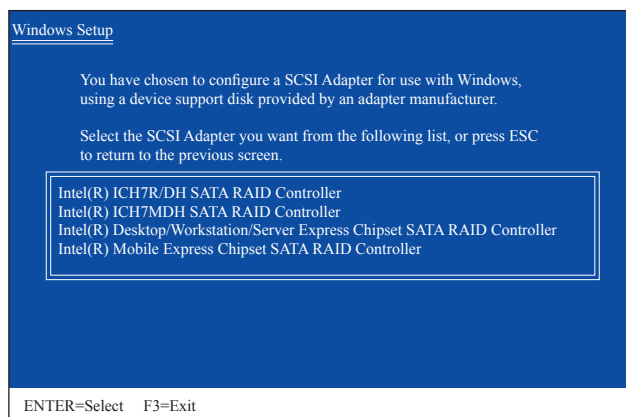
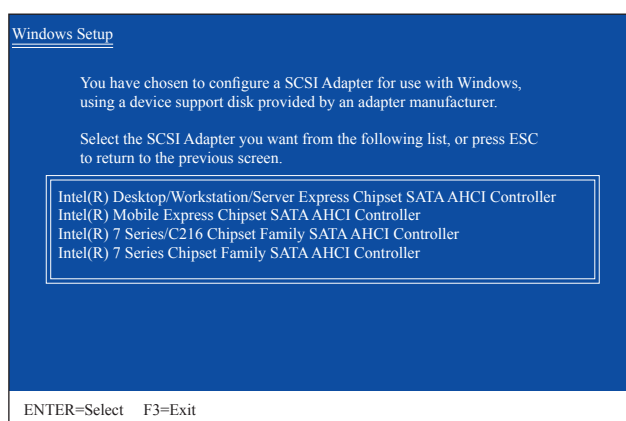
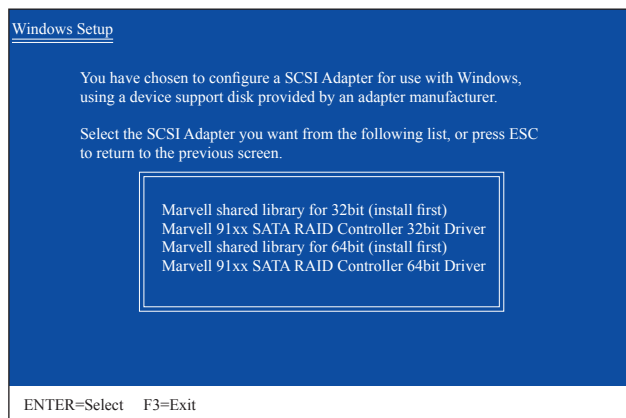

図 3
図 4
図 5
SATA RAID/AHCI ドライバを含むフロッピーディスクを挿入し、<Enter> を押します。次に、以下の図 3 のようなコントローラメニューが表示されます。**Intel(R) Desktop/Workstation/Server Express Chipset SATA RAID Controller** を選択し、<Enter> を押します。AHCI モードの場合、キーボードの矢印キーを使用して **Intel(R) 7 Series/C216 Chipset Family SATA AHCI Controller** アイテムにスクロールし <Enter> を押します(図 4)。
SATA RAID/AHCIドライバを含むフロッピーディスクを挿入し、<S>を押します。Windows XP の 32 ビットと 64 ビットのどちらのバージョンをインストールするかによって、32 ビットまたは 64 ビットアイテムを選択します (図 4)。Marvell shared library と Marvell 91xx SATA RAID Controller を、どちらもインストールする必要があります。以下では、32 ビットバージョンをインストールするものとします。以下では、32 ビットバージョンをインストールするものとします。まず、**Marvell shared library for 32bit (install first)**、<Enter>を押します。次の画面で、<S>を押して図 5 の画面に戻ります。次に、**Marvell 91xx SATA RAID Controller 32bit Driver** コントローラ 32 ビットドライバを選択し、<Enter>を押します。確認画面に 2 つのドライバが表示されたら、<Enter> を押してドライバのインストールを続けます。